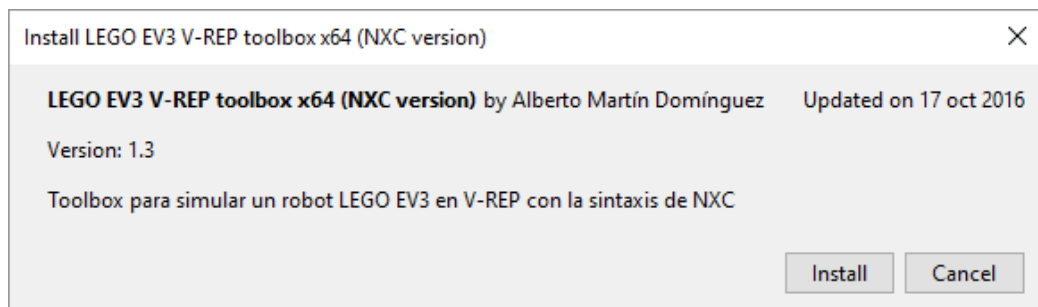

Figura 103. Cuadro de diálogo de instalación de toolbox
3. Instalar la toolbox en Matlab; para ello, abriremos previamente Matlab y buscaremos el archivo *LEGO EV3 V-REP toolbox x64 (NXC versión).mltbx*, para procesadores x64, o *LEGO EV3 V-REP toolbox x86 (NXC versión).mltbx*, para procesadores x86, en el directorio descomprimido, concretamente, en la carpeta *Toolbox*. Al hacer doble clic nos aparecerá un cuadro de diálogo para confirmar que vamos a instalarla (Figura 103), y pulsaremos el botón “install”.